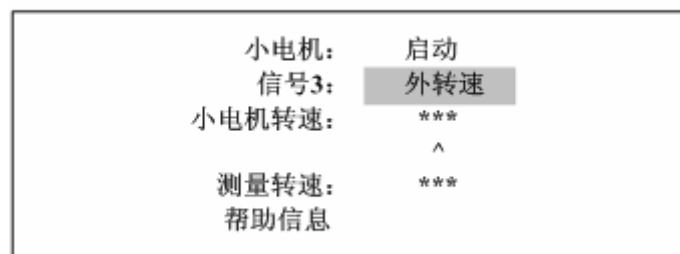

图 15 转速修正界面
- 按“ENTER”键进入主菜单并选择“转速修正”，再按“ENTER”键进入图 15 所示的转速修正界面，在该界面下“小电机”有两个选项“启动或不启动”，“信号 3”有四个选项分别表示信号的来源“外转速、套筒转速、无信号、其它信号”。按“△▽”键可移动光标，按“+ -”键修改光标下的选项。